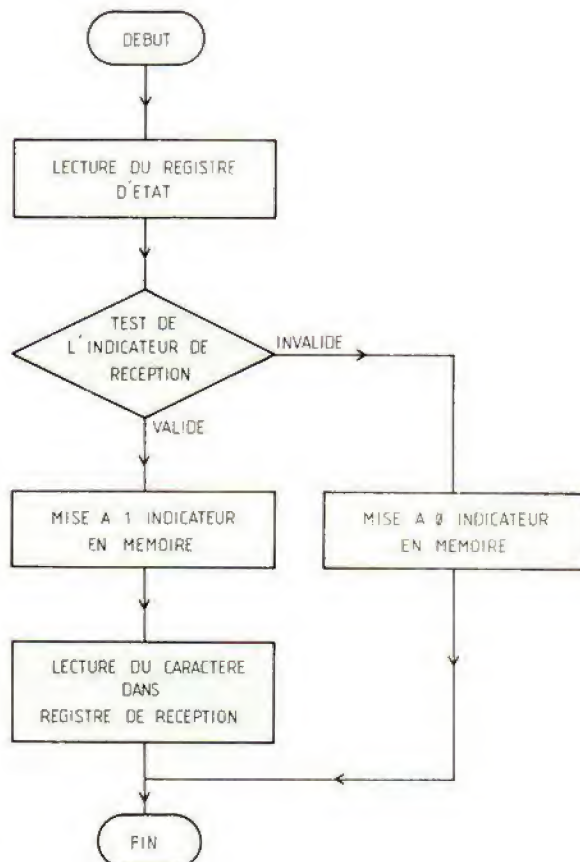

Fig. 7. - Organigramme d'un sous-programme standard de réception de caractères.
Le troisième sous-programme, celui de réception de caractères, est tout aussi simple et peut être symbolisé par l'organigramme de la figure 7 car, ici encore, les UART programmables disposent tous d'un bit dans un registre qui indique si un caractère a été reçu ou non.
- Figure 7 : la résistance de base du BF200 est de 27 k $\Omega$  et non de 27  $\Omega$ .
A noter que les points de soudure des fils de liaison restent accessibles pour changement. Nous conseillons d'inverser le sens de pose de la résistance  $R_4$  et de souder le fil **a** sur le fil vertical de cette résistance et non à la pastille prévue à cet effet. Le fil **d** est soudé sur le plan de masse. Pour en terminer avec les modifications apportées au montage initial, signalons une réalisation différente des pattes de fixation de la platine FI, la méthode préconisée (fig. 15, page 110, n° 1733) s'étant avérée fragile : les soudures cassent lors de l'enfoncement « musclé » des connecteurs de voies. Nous avons donc modifié cela suivant la figure 7. Le repli à 90° est supprimé et remplacé par un picot dégagé à la lime douce. Ce picot traverse le CI, est rabattu au verso. Souder au recto, des deux côtés de la lamelle et au verso. La solidité est alors à l'épreuve des plus brutaux !